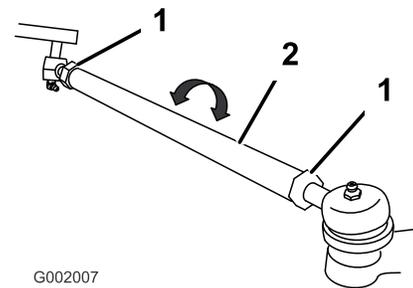

図 51
5. 前後の測定値の差が所定範囲にない場合、タイロッド両端のジャムナットを外して調整を行う 図 51。